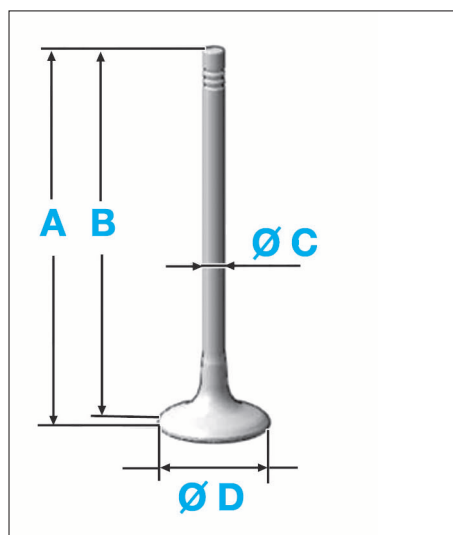

FIG. 6
**Caractéristiques des soupapes (Fig.6)**